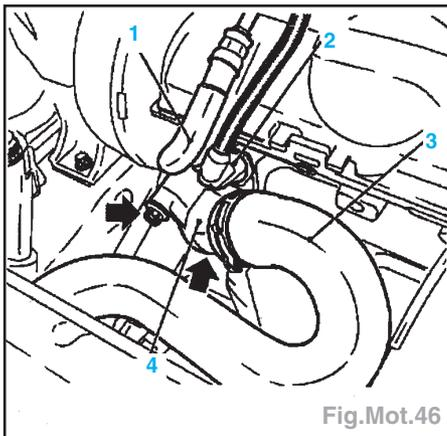

Fig.Mot.46
- Déposer (Fig.Mot.46).
- la durit Sup. (3) de radiateur,
- la fiche de faisceau (2),
- le boîtier de thermostat (2 vis) (4),
- la durit de préchauffage (1) de module de tubulure de papillon.